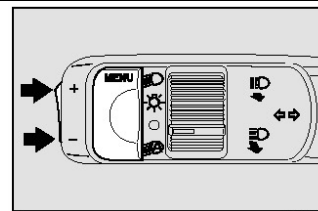

рис.23
**КЛАВИШИ УПРАВЛЕНИЯ (расположены на левом рычаге) рис.23**